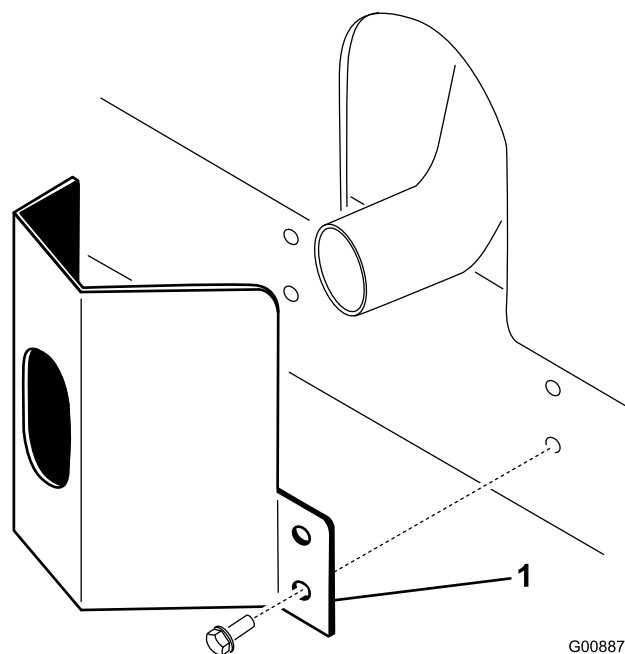

Figura 10
1. Coloque a cobertura do escape à volta da panela do escape, enquanto estiver a alinha os orifícios de montagem com os orifícios no chassis (Figura 10).
2. Prenda a cobertura do escape ao chassis utilizando 4 parafusos autorroscantes (Figura 10).